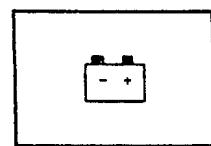

图 1-8 充电警告灯
(1) 充电警告灯(图1-8)。当点火开关接通后，充电警告灯应短暂发亮，随即熄灭。如果警告灯持续发亮或汽车运行中发亮，表示充电系统有故障(如传动皮带松弛或其他电气问题)，应立即进行检修。在该警告灯发亮的情况下，若继续行驶会将蓄电池的电能耗尽。如果一定要继续短途行驶，应断开所有附件(如收音机、空调等)电路。